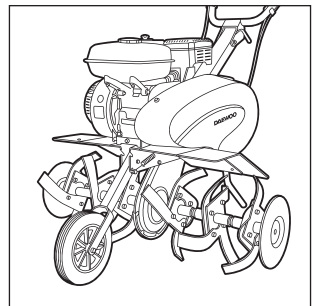

Рис. 4.2
- нижнее положение для транспортировки (Рис. 4.2).